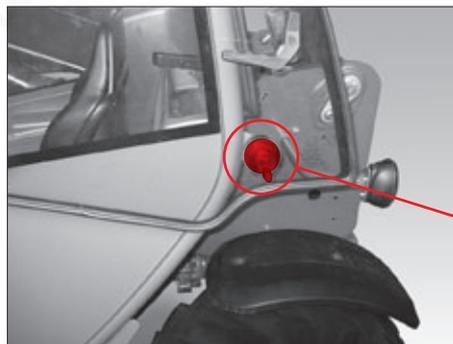

Fig. 25
- Lås sidevinduet ved at lade håndtaget gå i hak i låsen (fig. 25).
- Løsn låsen ved at bevæge håndtaget (fig. 25).